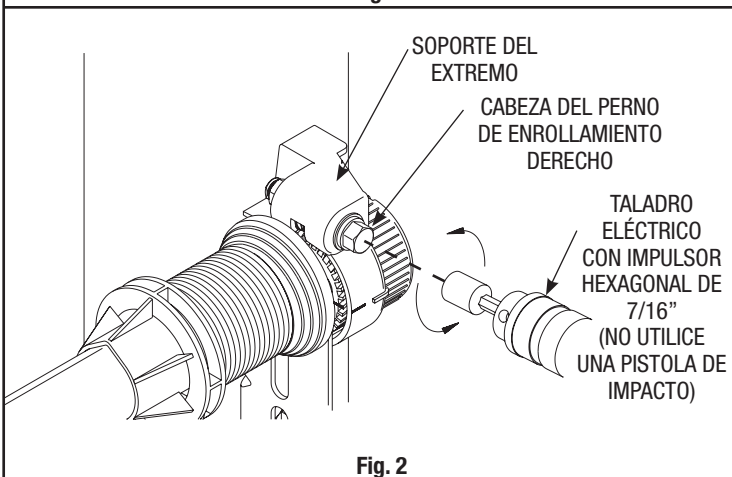

Fig. 2
Paso 2: Con un taladro eléctrico (par torsor alto/engranaje reducido a 1300 rpm recomendado) y un impulsor de cabeza hexagonal de 7/16", desenrosque la cabeza del perno de enrollamiento derecho en sentido antihorario (Fig. 2) y cuente el número de veces que la marca en el engranaje impulsor pasa la marca contigua del soporte del extremo. Según el siguiente cuadro, deje de desenrollar el resorte una vez que haya alcanzado el número de vueltas indicado.